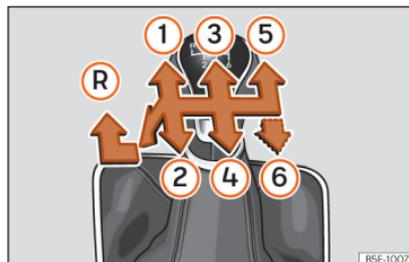

Abb. 161 Schaltschema bei einem 5-Gang bzw. 6-Gang Schaltgetriebe
Auf dem Schalthebel sind die Positionen der einzelnen Fahrgänge dargestellt **»» Abb. 161.**
- Schalthebel auf Leerlauf stellen und nach unten drücken, ganz nach links und dann nach vorne schieben, um den Rückwärtsgang »» **Abb. 161**  einzulegen.